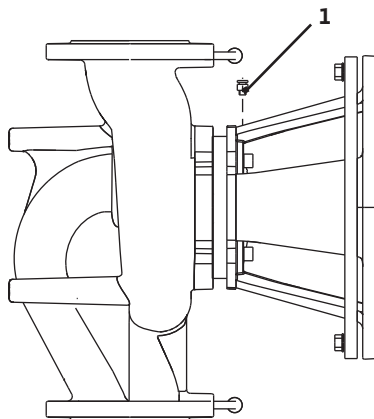

fig. 18: Avluftningsventil
- Avluftningsventilen (fig. 18, pos 1) ska alltid peka uppåt.